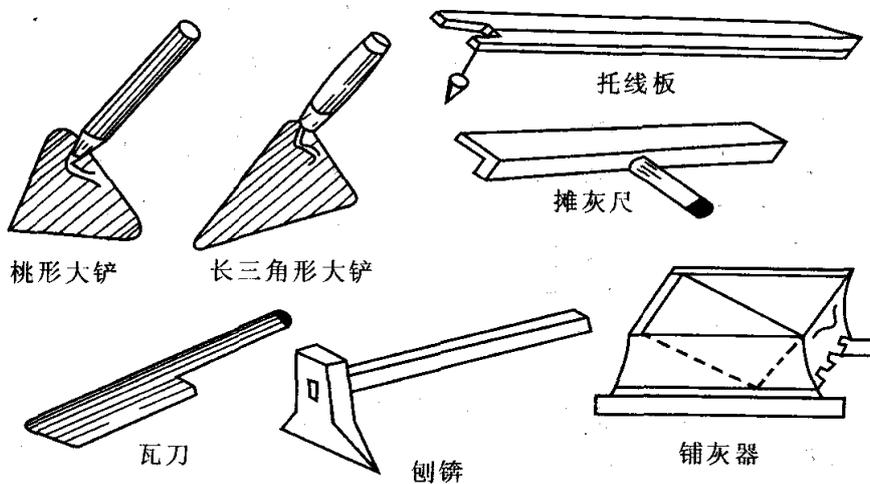

图 5-10 砌砖工具
(1) 技术准备：根据地质资料、施工图纸及标准规范编制施工方案，完成工程测量控制点的定位、移交、复核工作，确定工程材料、机具、劳动力的需求量，完成进场材料的取样复检及砌筑砂浆的试配工作，组织施工人员进行技术、质量、安全、环境等各方面的交底工作。
(2) 材料准备：砌筑用砖应提前进场，若不能一次完成，应保证工程连续进行，且应按强度和外观质量等进行验收，水泥和砂要在砌筑前及时运至现场。
(3) 机具设备：①垂直运输设备，如井架、龙门架、卷扬机、附壁式升降机、塔式起重机等；②砂浆拌制运输机具，如砂浆搅拌机、人工制备砂浆的工具、小车、盛砂浆铁槽(灰斗)或铁板、砖夹具、筛子、磅秤等；③砌筑工具，如大铲、瓦刀、刨锃、摊灰尺、铺灰器、线锤、托线板(靠尺)、皮数杆、准线(挂线)等，如图5-10所示；④检测工具，如水准仪、经纬仪、钢卷尺、百格网、水平尺、砂浆试模等。